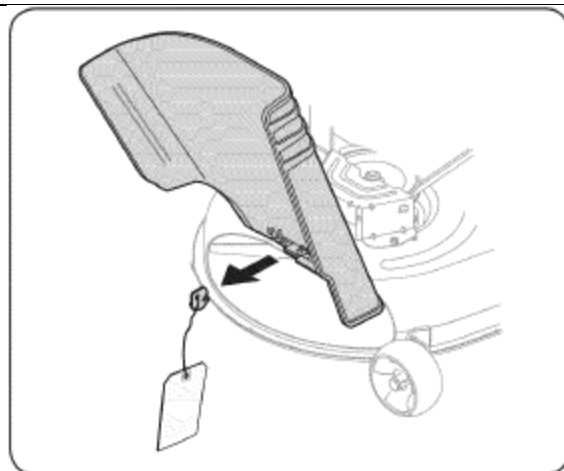

Рис.2
- Определите местоположение транспортировочной скобы, если она присутствует, и предупреждающую табличку расположенные с правой стороны трактора между крышкой отбрасывающего дефлектора и декой. См. Рис. 2.